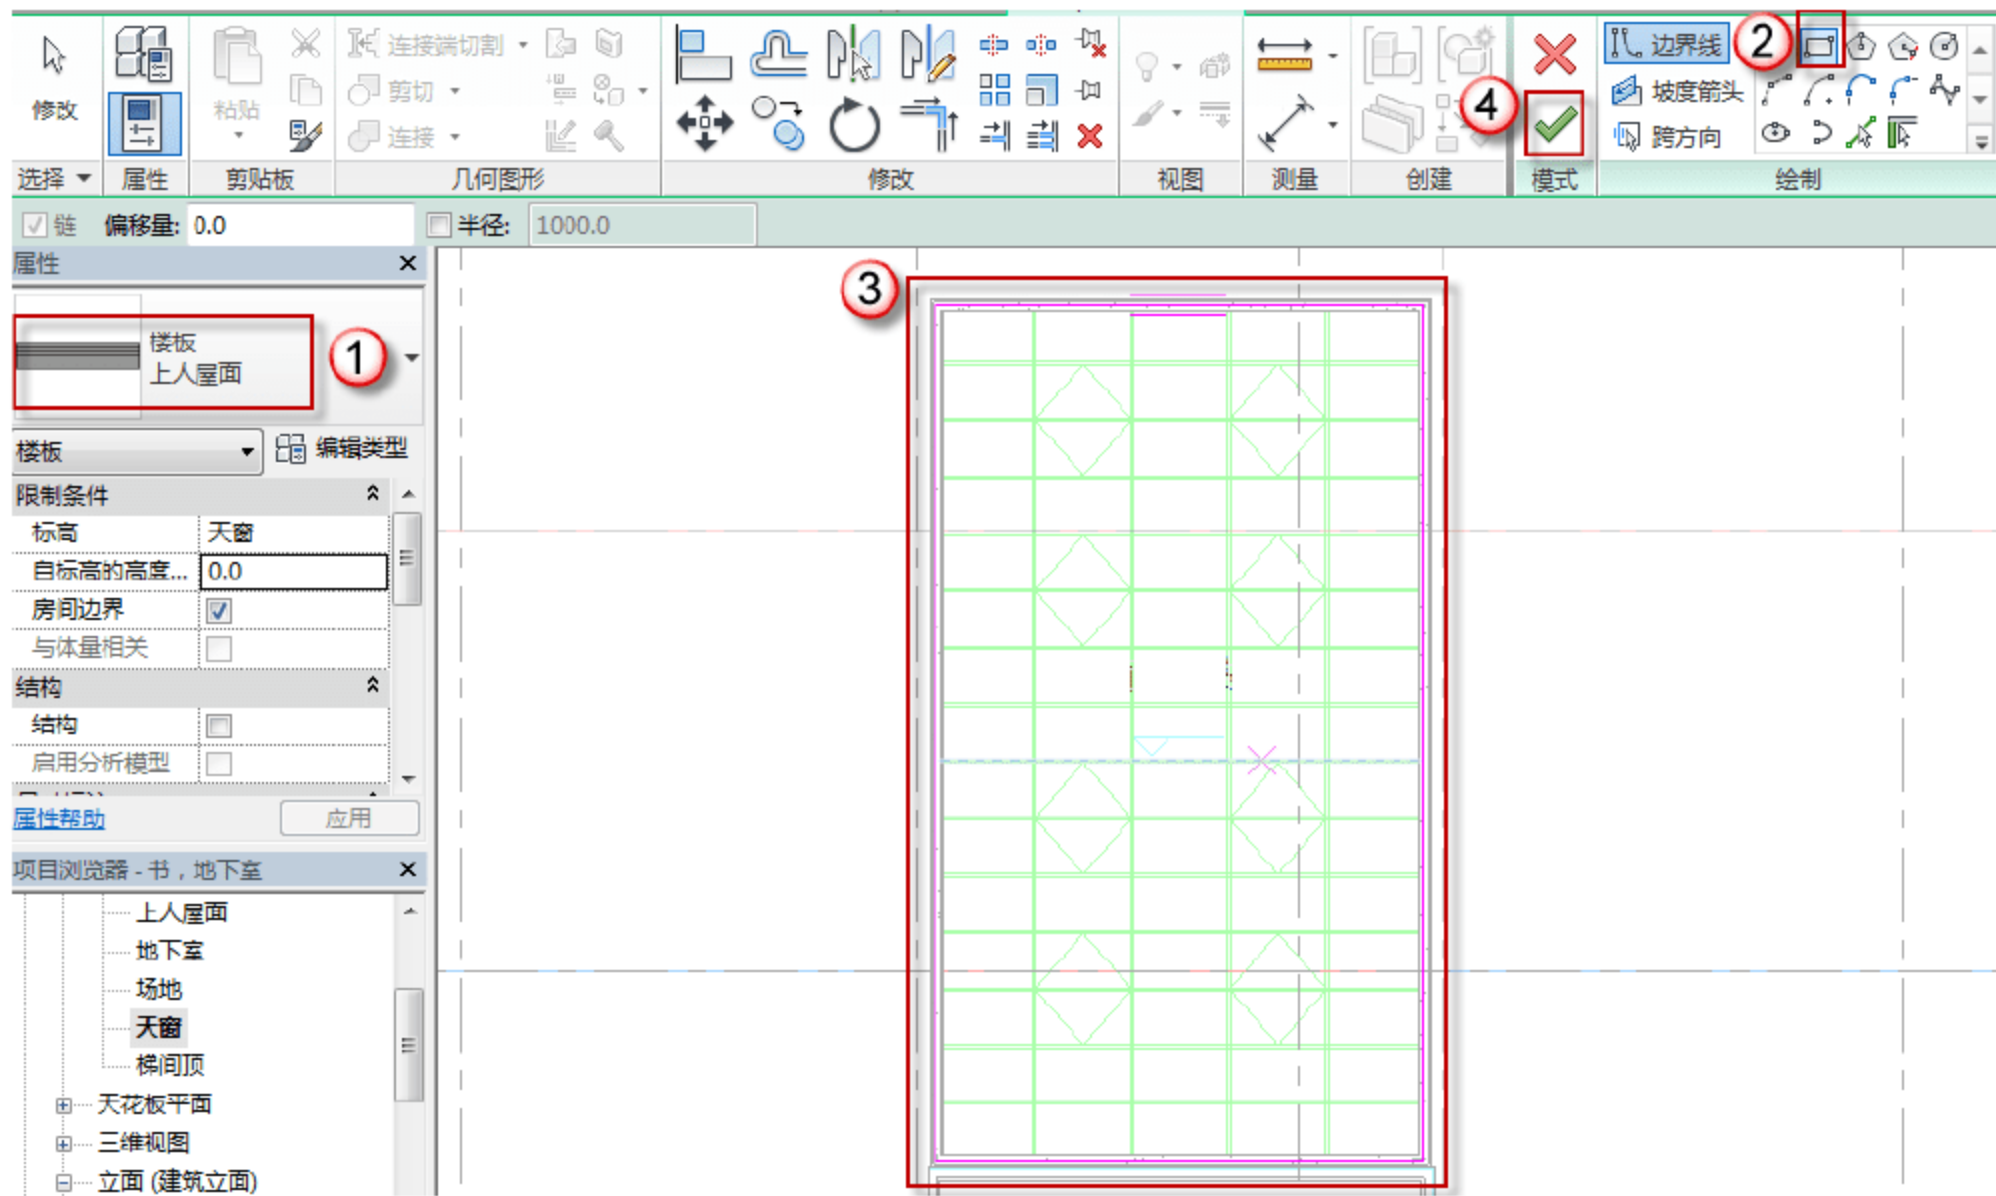

图 12.1.52 绘制楼板
(25) 绘制楼板。进入天窗的平面视图，选择“建筑”→“楼板”→“楼板：建筑”命令，在“属性”面板中选择“上人屋面”，然后选择“矩形”绘图方式，绘制楼板，最后在上下文关联选项板中单击√按钮，如图 12.1.52 所示。